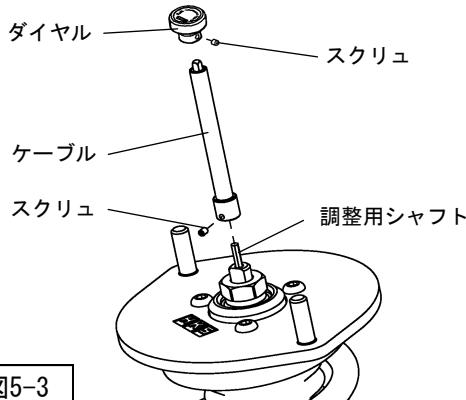

図5-3
2. 減衰力調整ケーブル（同梱品）からダイヤルを取り外し、リアサスペンションASSY先端の調整用シャフトにケーブルを取付けてください。（図5-3）
スクリュの締付けは六角レンチ（1.5mm・同梱品）を使用してください。（図5-3）